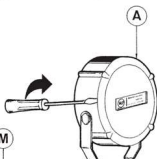

Fig. 9
- Estrarre il fondello A facendo con un cacciavite come indicato in fig. 9.
- Remove cap A with the help of a screwdriver as shown in fig. 9.
- Extraire le capot A en faisant lever avec un tournevis comme indiqué sur la fig. 9.